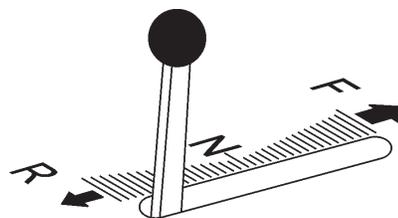

Abb. 41. Fahrhebel (Rückwärts-Stellung)
- Ist ein Rückwärtsfahren erforderlich, den **Fahrhebel** in die **RÜCKWÄRTS**-Stellung ("R") bringen (Abb. 41). Beim vollständigen Durchdrücken des Fahrhebels in die Rückwärts-Stellung fährt der Fugenschneider mit der höchsten Rückfahrgeschwindigkeit.